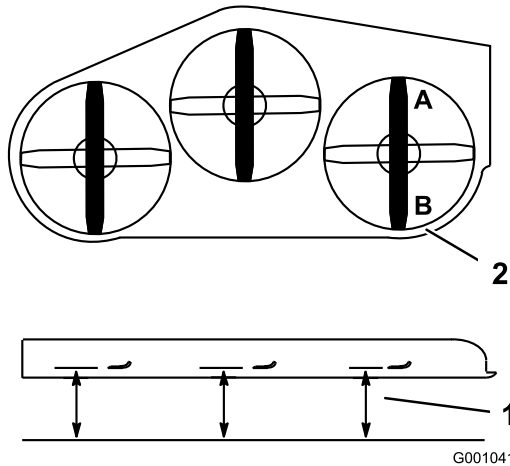

Figura 85
1. Coloque la cuchilla derecha en posición longitudinal (Figura 85).
2. Mida la cuchilla derecha en la posición **A** desde una superficie nivelada hasta el filo de corte del extremo de la cuchilla (Figura 85).
4. Mida la cuchilla derecha en la posición **B** desde una superficie nivelada hasta el filo de corte del extremo de la cuchilla (Figura 85).
6. La cuchilla del cortacésped debe estar entre 6 y 10 mm más baja en la posición **A** que en la posición **B** (Figura 85). Si no es correcta la distancia, continúe con los pasos siguientes.